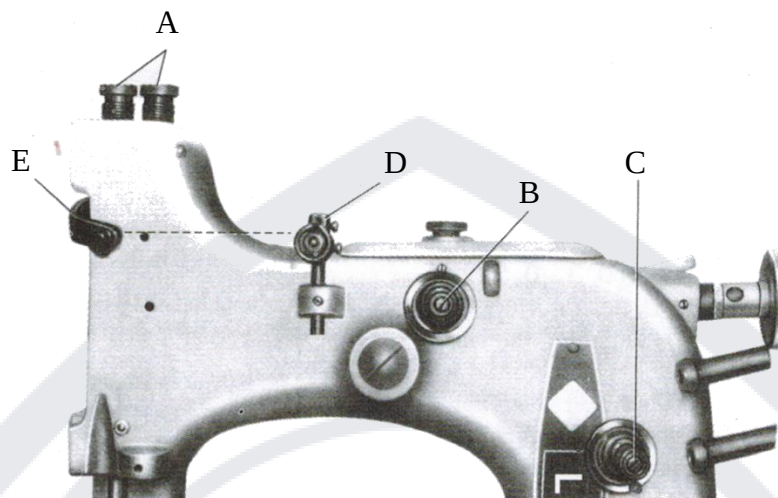

Рис. 11
5.5 Регулировка прижимной лапки (Рис. 11)
5.6 Натяжение нити (Рис. 11)
Натяжение нити регулируется узлом натяжения нити в сборе В и С (Рис. 11), натяжение верхней нити обычно сильнее, чем натяжение нижней нити. Поверните ручки регулировки натяжения В и С по часовой стрелке, чтобы увеличить натяжение нити, и против часовой стрелки, чтобы уменьшить натяжение. Если строчка по-прежнему не удовлетворяет требованиям, следует отрегулировать высоту стержня регулировки нитки D. Высота стержня регулировки нитки D находится на том же уровне, что и ушко резьбового соединения иглодержателя в самом высоком положении.